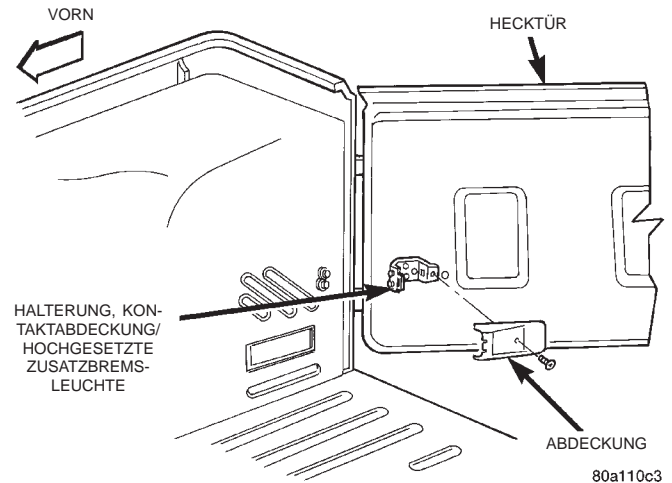

Abb. 81 Kontaktabdeckung der hochgesetzten Zusatzbremsleuchte
- (1) Ersatzrad abbauen.
(2) Hecktür öffnen und die Kontaktabdeckung der hochgesetzten Zusatzbremsleuchte abbauen (Abb. 81).
(3) Die Steckverbinder der hochgesetzten Zusatzbremsleuchte abklemmen.
(4) Befestigungsschrauben lösen, mit denen das Hecktürscharnier an der Hecktür befestigt ist.
(5) Hecktür vom Fahrzeug abbauen.